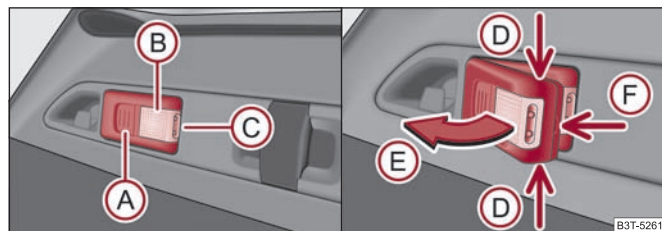

Abb. 58 Herausnehmbare Leuchte
- Beleuchtung des Gepäckraums - es leuchtet Teil (B) ⇒ Abb. 58 (Leuchte ist im Halter),
- Tragbare Leuchte - es leuchtet Teil (C) (die Leuchte ist aus dem Halter herausgenommen).
- Fassen Sie die Leuchte an den Stellen der Pfeile **(D)** ⇒ Seite 72, Abb. 58 an und schwenken Sie diese in Pfeilrichtung **(E)** heraus.
- Wenn Sie die Leuchte nicht ausschalten und diese korrekt in den Halter einsetzen, werden die Lampen im vorderen Teil **(C)** ⇒ Seite 72, Abb. 58 der Leuchte automatisch ausgeschalten.
- Hebeln Sie die Akkuabdeckung mit einem schmalen, spitzen Gegenstand ab der Stelle des Arretierungsclips **(F)** ⇒ Seite 72, Abb. 58 ab.